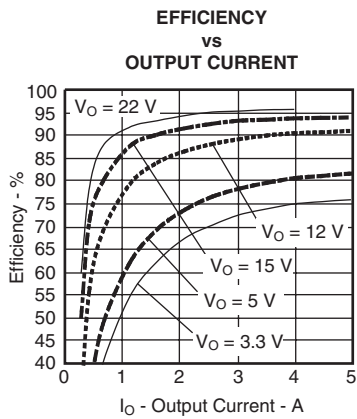
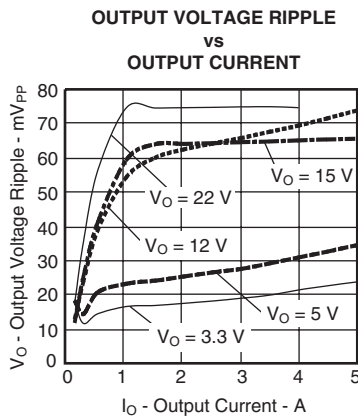
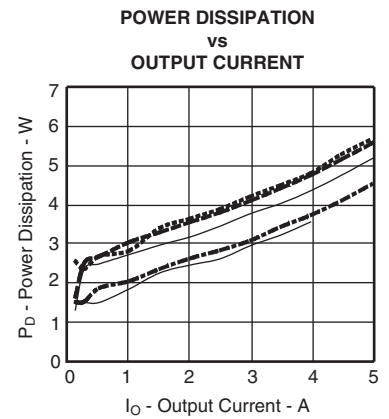

図 17
図 18
図 19
- (1) この電気的特性データは、実際の製品を25°Cでテストして得られたものです。このデータは、コンバータの代表的なデータと考えられます。図17、図18、および図19に対して適用されます。